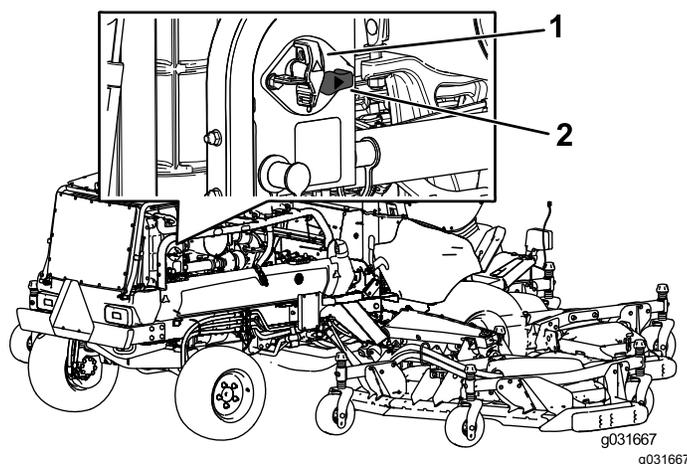

図 80
- 電気系統に通電を行うには遮断スイッチ右に回してON位置にする図80。
- 電気系統への通電を遮断するには遮断スイッチ左に回してOFF位置にする図80。